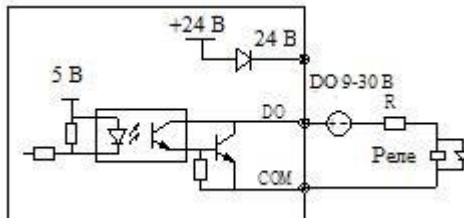

Рисунок 2.23 Режим выходного подключения 2 Вкл/выкл многофункциональных выходных клемм
2) Многофункциональные выходные клеммы DO в качестве дискретного выхода также могут быть использованы во внешнем источнике питания 9 - 30 В и способы их подключения показана на Рис. 2.23.